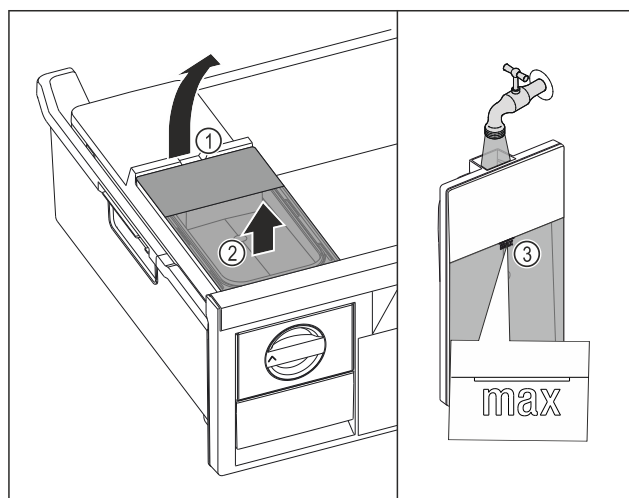

Fig. 76
- ▶ Zvedněte nádržku na vodu za vybrání Fig. 76 (1).
- ▶ Vyjměte nádržku na vodu nahoru. Fig. 76 (2)
- ▶ Naplňte nádržku na vodu pitnou vodou až po značku Fig. 76 (3).